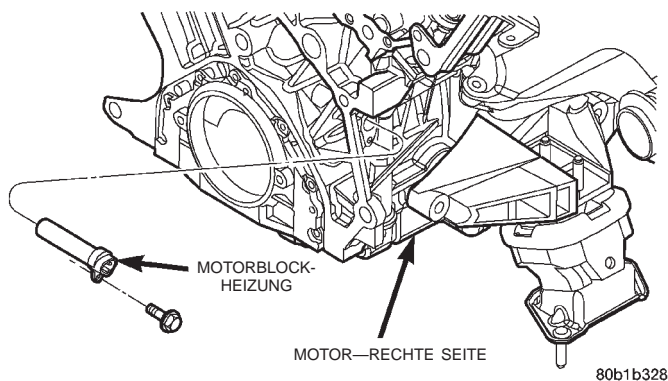

Abb. 28 Motorblockheizung
- (1) Das Fahrzeug auf einer Hebebühne anheben.
- (2) Den Stecker des Netzkabels an der Motorblockheizung abziehen (Abb. 28).
- (3) Die unterhalb der Heizungsklemmen angeordnete Befestigungsschraube der Motorblockheizung lösen.
- (4) Die Motorblockheizung aus dem Motorblock herausnehmen.